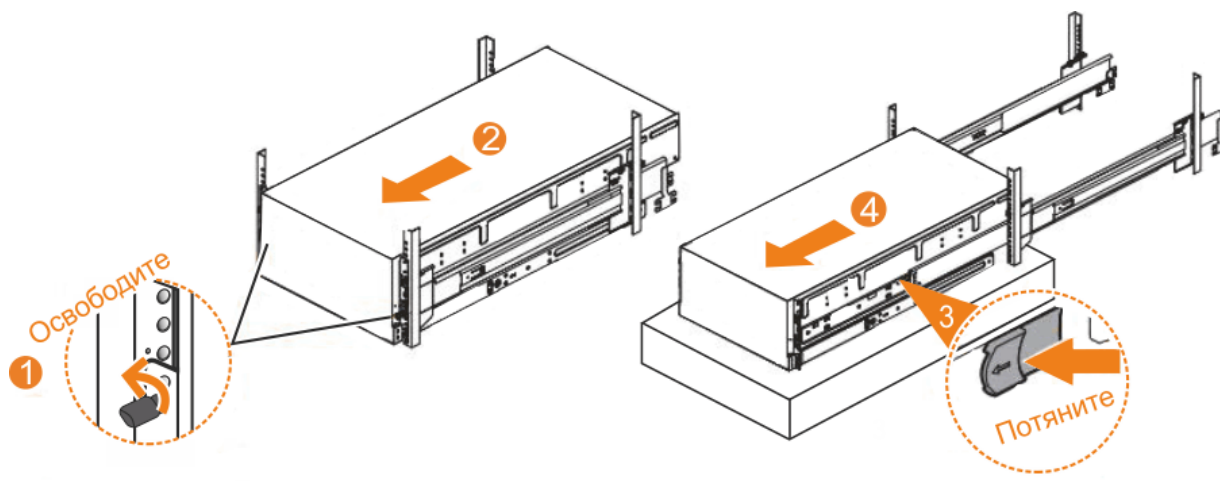

Рисунок 107. Удаление корпуса расширения 5U из стойки
1. Ослабьте винты (1) с передней стороны корпуса (см. Рисунок 107 на стр. 95).
2. Осторожно выдвиньте корпус из стойки (2 на Рисунок 107 на стр. 95).
3. Найдите левый и правый синие фиксаторы с передней стороны корпуса. Потяните за них, чтобы разблокировать механизм лотка (3 на Рисунок 107 на стр. 95).
4. Выдвиньте корпус и внутреннюю направляющую из стойки (4 на Рисунок 107 на стр. 95).